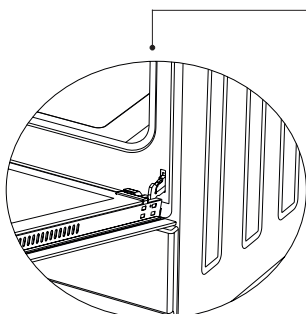

Figure 14.1
1. Ouvrez complètement la porte du four et retirez-la en ouvrant le loquet de la charnière à l'aide d'un tournevis, comme illustré à la Figure 14.1.